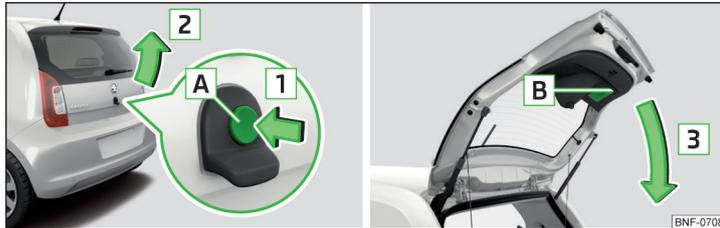

Abb. 32 Gepäckraumklappe öffnen/schließen
Die Taste **A** » Abb. 32 auf Seite 47 wird beim Anfahren bzw. ab einer Geschwindigkeit von mehr als 9 km/h deaktiviert. Nach dem Anhalten und Öffnen einer Tür wird die Taste wieder aktiviert.
- Zum **Öffnen** die Taste **A** in Pfeilrichtung **1** drücken » Abb. 32.